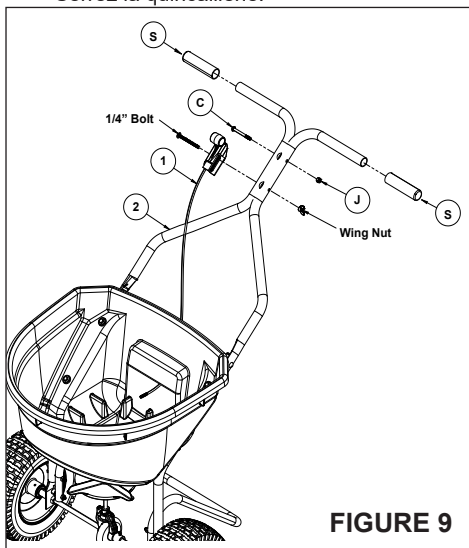

FIGURE 9
- Fixez le tube de poignée en T (2) au tube de la trémie (3) à l'aide d'un boulon de 1/4 po (B) et d'un écrou à oreilles (Q), comme illustré à la figure 9.
ÉTAPE 9: (VOIR FIGURE 9)
- Fixez le câble de commande (1) au tube de poignée en T (2) à l'aide du boulon de 1/4 po (A) avec l'écrou à oreilles (Q).
- Installer un boulon de 1/4 pouce (C) avec écrou nylock de 1/4 pouce (J), comme le montre la figure 9.